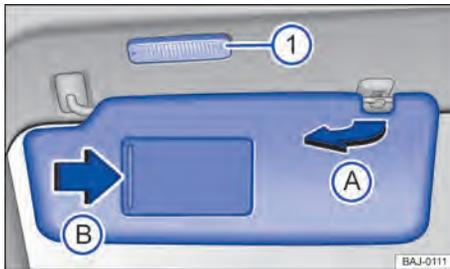

Fig. 99 No revestimento do teto dianteiro: para-sol.
- Retirar do suporte e virar na direção das portas ⇒ Fig. 99 (A).